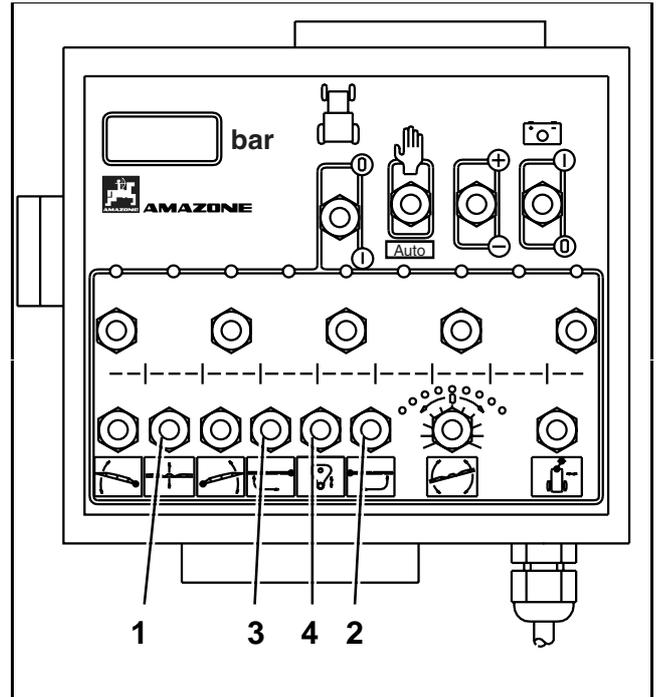

Fig. 8.38
- **A través del pulsador (Fig. 8.38/4) bloquear la compensación de oscilaciones en posición de transporte.**
- Para ello mantener el pulsador (Fig. 8.38/3) en posición „Plegar“ hasta que los segmentos individuales del brazo izquierdo de extensión estén completamente plegados.
- Para ello mantener el pulsador (Fig. 8.38/2) en posición „Plegar“ hasta que los segmentos individuales del brazo izquierdo de extensión estén completamente plegados.